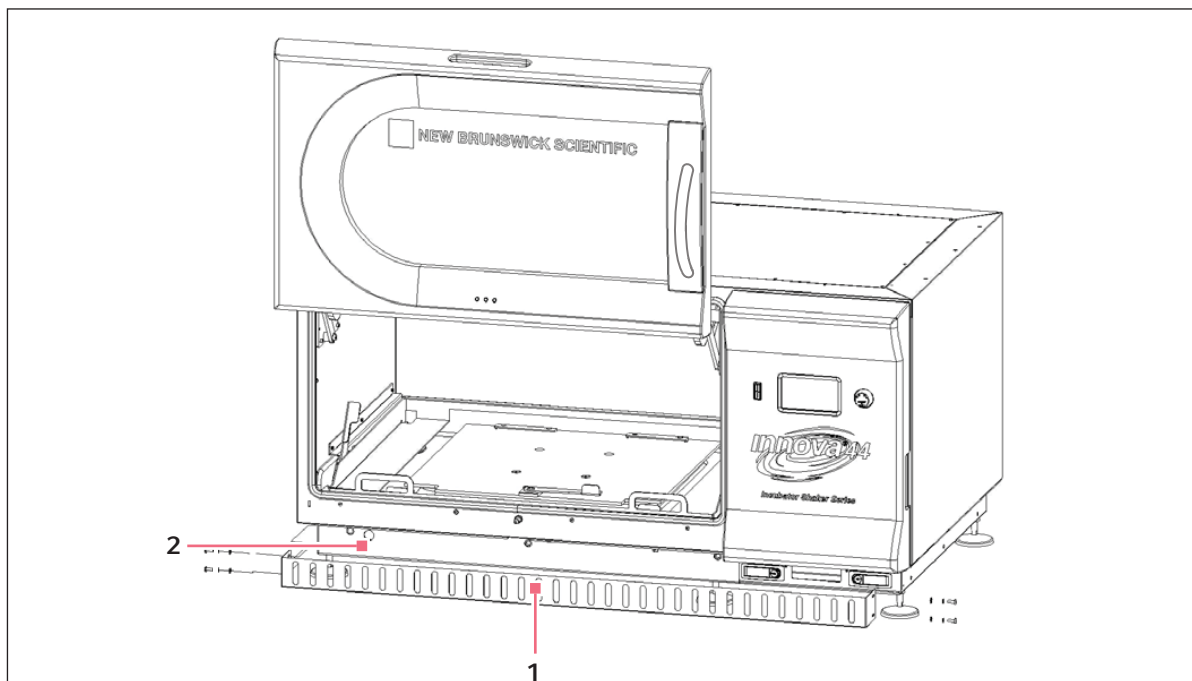

Fig. 8-6: Grelha frontal
1. Retire temporariamente os 4 parafusos que suportam a grelha frontal (Fig. 8-6 na pág. 46).
1. Retirar temporariamente os quatro parafusos que suportam a grelha frontal (aqui Fig. 8-6 na pág. 46).